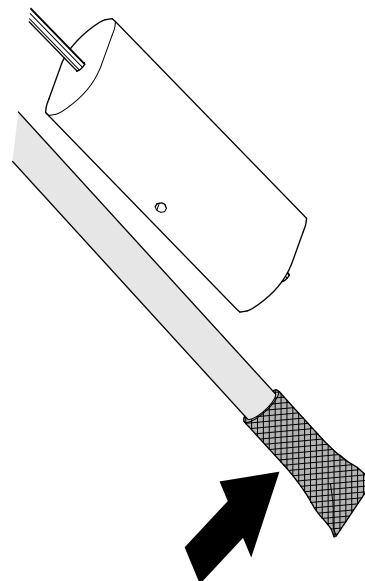

Рисунок 89
1. Очистите сетчатый фильтр на конце топливозаборной трубы (Рисунок 89).